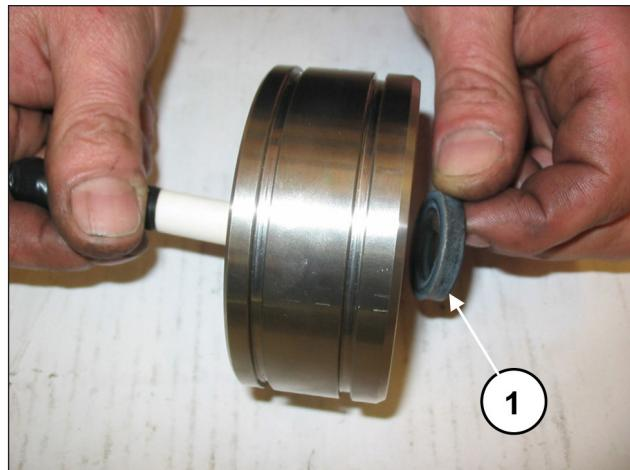
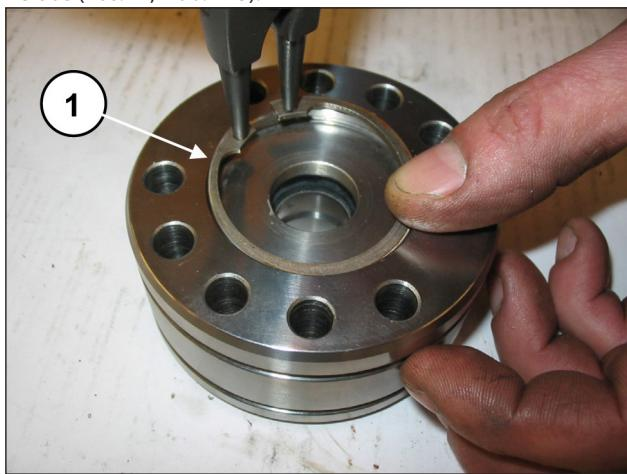

Abb. 113
Abb. 112
Entfernen Sie den Seegerring und den Stützring der Dichtungen (Pos. ①, Abb. 112) und ziehen Sie mit einem speziellen Kunststoffdorn die ND (Niederdruck) Dichtung heraus (Pos. ①, Abb. 113).